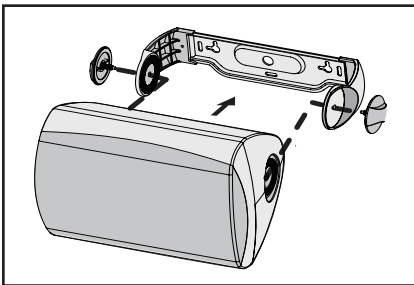

Figure 5. Montage de l'enceinte sur le support en U.
4. Étirez légèrement le support et placez l'enceinte dans le support, une extrémité à la fois pour éviter d'égratigner le boîtier (figure 5).